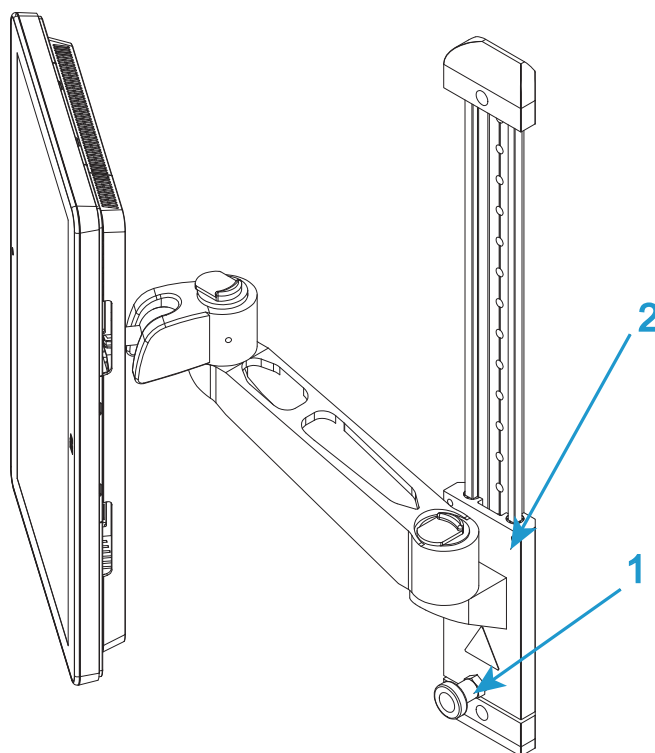

Figura 9. Regolazione dell'altezza
1. La barra di scorrimento consente di regolare l'altezza del Dashboard operatore® Bluehill per diverse esigenze di comfort. Allentare il blocco (1 in Figura 9 a pagina 50) e far scorrere il braccio di montaggio (2 in Figura 9 a pagina 50) all'altezza desiderata. Stringere nuovamente il blocco.